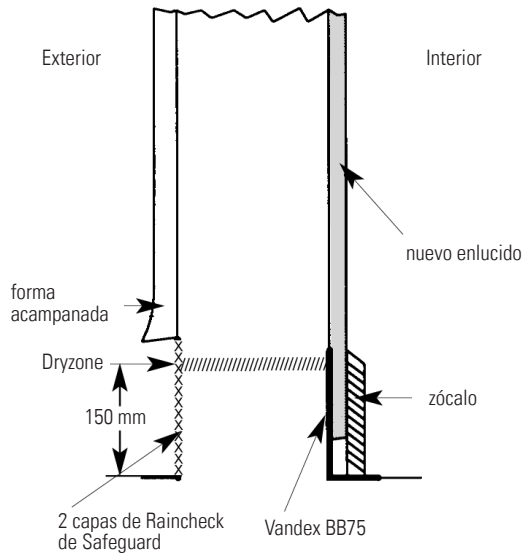

Figura 16: Sugerencia de acabado
2. Asegúrese de que la membrana impermeabilizadora (DPM) de los suelos sólidos nuevos se superponga al tratamiento de impermeabilización (BS CP 102:1973). Si es necesario, una la membrana y el tratamiento con breá-epoxi o un material similar. Si no hay membrana impermeabilizadora, aplique pasta SWS Slurry de Safeguard en el suelo sólido hasta unos 50-100 mm y pared arriba para superponer la pasta al tratamiento de impermeabilización (véase la Figura 16).